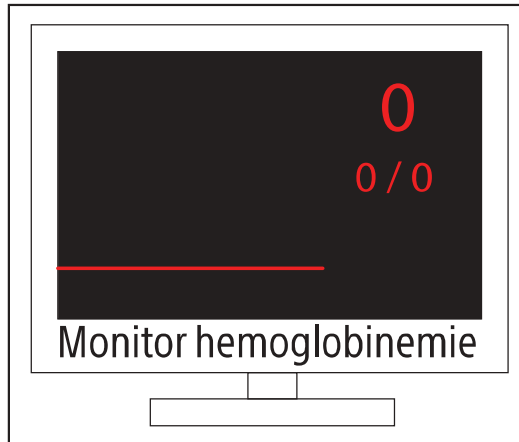

Figura 100.
9.5 **Zero P1** pe sistemul dvs. HEMO (Figura 100).